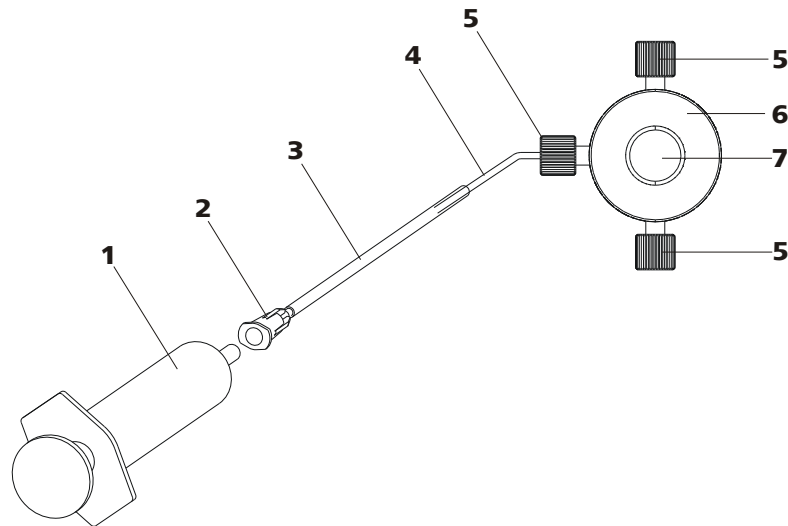

Abbildung 16 Hochdruckpumpe entlüften
Entlüften Sie die Hochdruckpumpe wie folgt (*siehe Abbildung 16, Seite 32*):
- Spritze (16-1) in den Luer-Anschluss (16-2) der Purge-Kanüle stecken (siehe Abbildung 16, Seite 32).